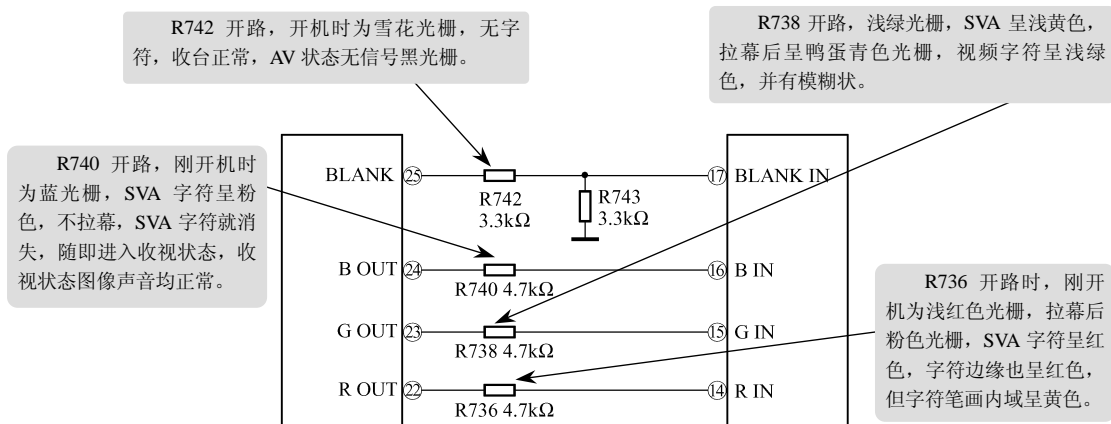

图 7-6 字符电路故障检修
检查与分析: 首先注意观察, 刚开机时, 有浅绿色光栅, SVA 字符呈浅黄色, 拉幕后呈现鸭蛋青色, 视频字符呈模糊状浅, 并呈浅绿色, 菜单红字符笔画边框有虚绿色, 字框内部区域呈黄色。而正常时, 刚一开机屏幕为黑光栅, 有红色 SVA 字符, 拉幕后为蓝光栅。因而根据初步观察认为字符输出电路有故障, 应重点检查 N701②、③、④、⑤脚电压及其外接元器件, 如图 7-6 所示。